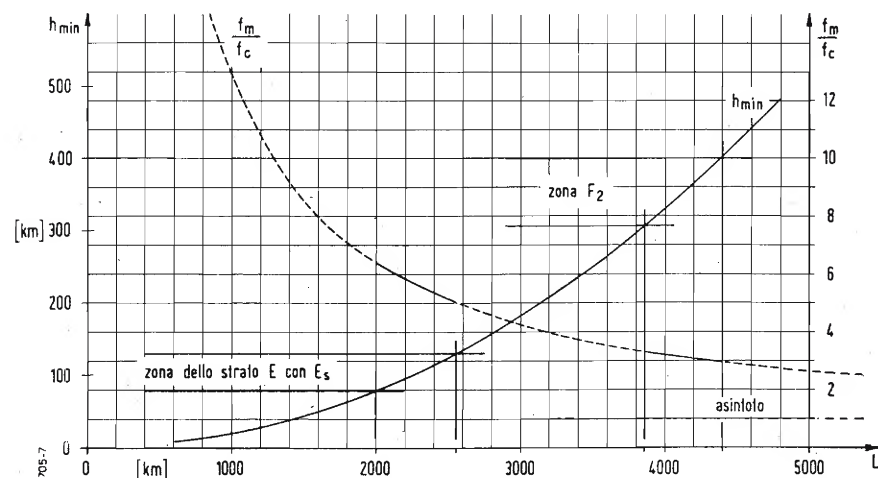

Fig. 5 - Grafico per la determinazione della massima portata in funzione dell'altezza dello strato e della frequenza critica.
Questi calcoli li abbiamo fatti una volta per tutte, riassumendo i risultati nel grafico della fig. 5, ove in ordinate è posto  $h_{min}$  e il rapporto  $f_m : f_c$ , mentre in ascisse  $L$ . Dal grafico risulta chiaro che portate fino a poco più di 2000 km sono da attribuirsi allo strato  $E_s$  oppure a quello  $F_2$  (se l'angolo d'incidenza e la relativa frequenza critica lo ammettano); che portate oltre 4400 km (ad un salto) sono impossibili; che portate intermedie sarebbero da attribuirsi allo strato  $F_2$ .
Passiamo ora all'esame dei fatti, astraendo da un caso di portata TV di oltre 9.000 km (Londra - Cap-Town, nel 1949) (8). Le massime portate fra quelle ultimamente registrate sono di 2100 km: M. Penice - Poltava, Aia - Poltava, Stoccarda - Savievolov (presso Mosca, verso NE), realizzate nel maggio e giugno scorso. Dal grafico della fig. 5
Per esempio, la portata massima realizzabile tramite lo strato  $F_2$  alla quota di 300 km come risulta dalla fig. 5 sarebbe 3800 km. A ciò corrisponde un rapporto  $f_m : f_c = 3,4$ . Per  $f = 68$  MHz basterebbe quindi una  $f_c = 20$  MHz. La comunicazione però potrebbe essere